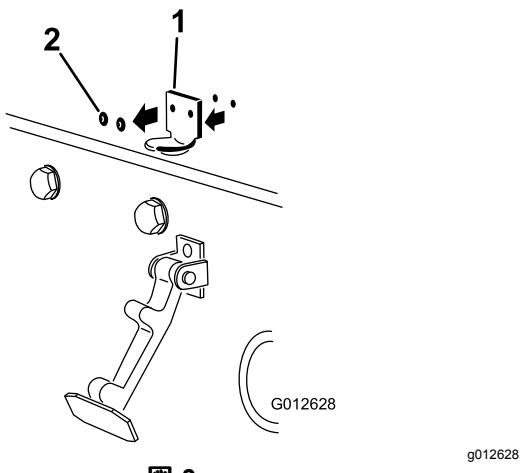

図 3
2. フードラッチブラケットをフードに固定しているリベット2本を外す図3。フードからフードラッチブラケットを外す。